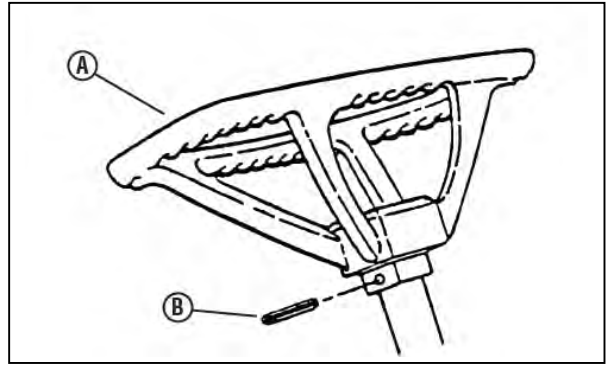

図 1-3
- A. ハンドル(図 1-3 の A)をステアリングシャフトに差し込みます。通常ハンドルはシート側に傾いています。